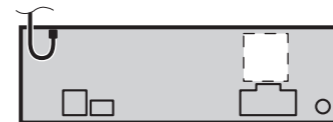

Fig. 5
- Les câbles doivent être couverts sur la zone indiquée sur la figure. Cela est nécessaire pour que l'amplificateur puisse rayonner librement. (Fig. 5)